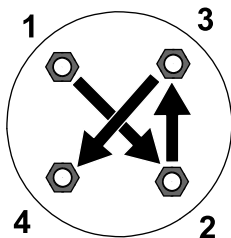

Figure 8
2. Serrez les écrous de roue (en croix, comme montré à la Figure 8) à un couple de 108 à 122 N·m.